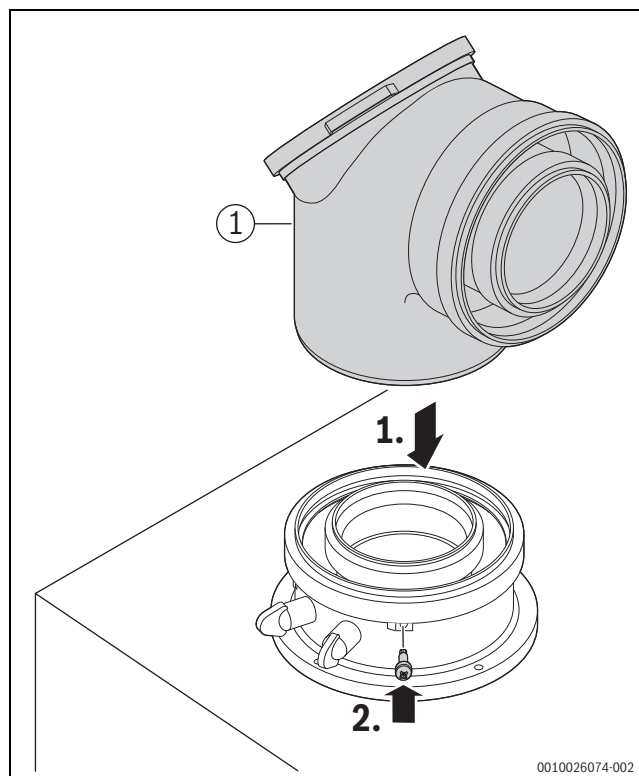

Fig. 62 Insérer les accessoires de fumisterie et fixer avec la vis
► Raccordement des accessoires de fumisterie (→ fig. 62)